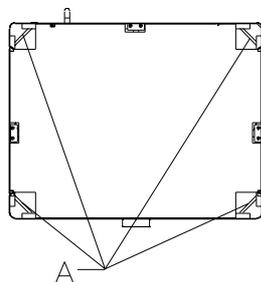
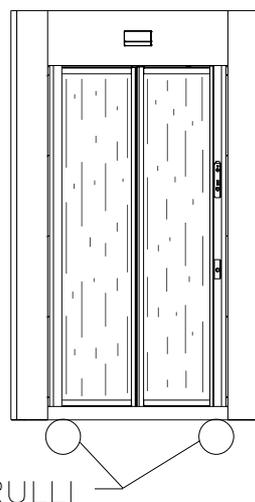

Fig. 6A
Fig. 6B
- 1) Posizionare la bussola nel luogo prestabilito, disponendo il lato esterno verso l'esterno del locale. Per gli spostamenti utilizzare una gru con portata minima di 1500 kg, impiegando catene agganciate ai quattro spigoli superiori "A" della bussola (*Fig. 6A*), il piede di porco sul fondo e i rulli sotto il basamento (*Fig. 6B*).